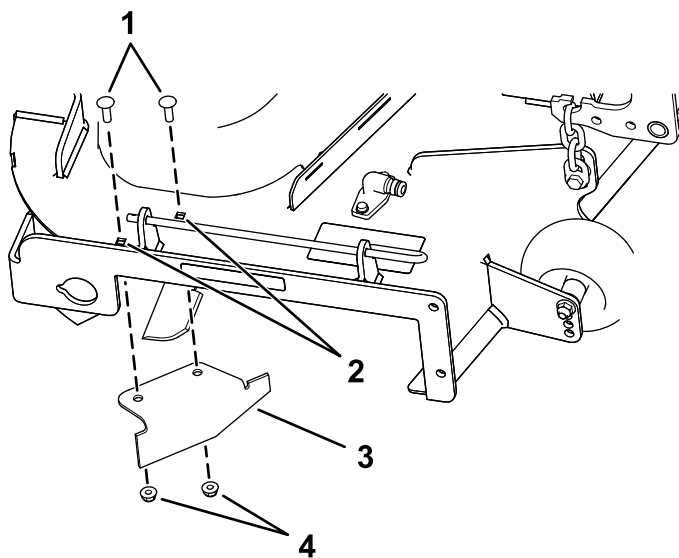

Figura 34
9. Individuate il deflettore di scarico nel sacchetto delle parti sciolte e rimuovete gli elementi di fissaggio dai fori posteriori della piastra di scarico (Figura 34).